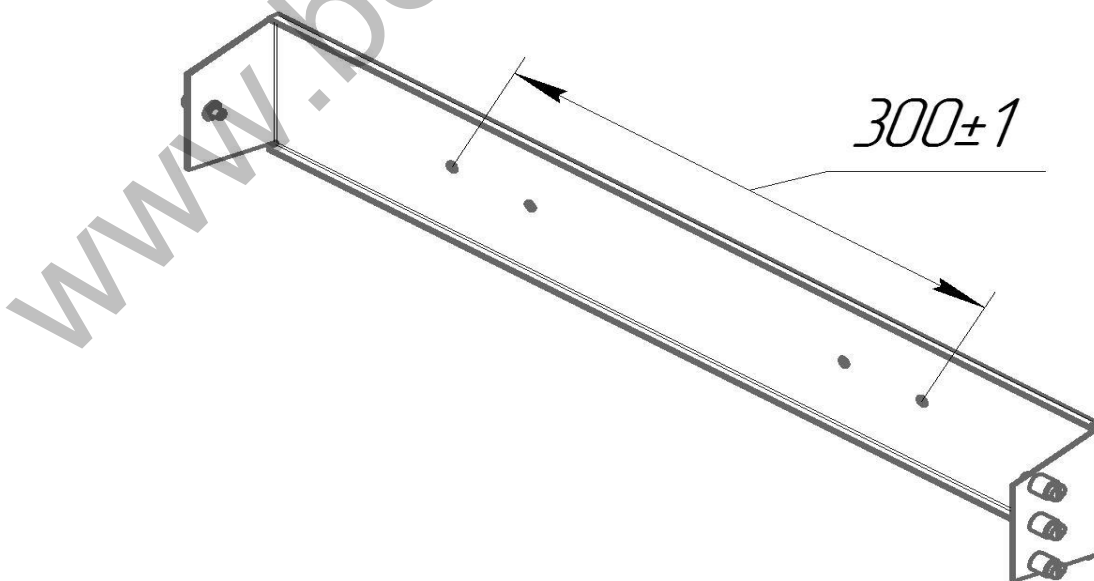

Рис.1 Закріплення кронштейну
- 1) розмітити місця установки дюбелів згідно рис.1;
- 3) закріпити кронштейн згідно з рис.1;